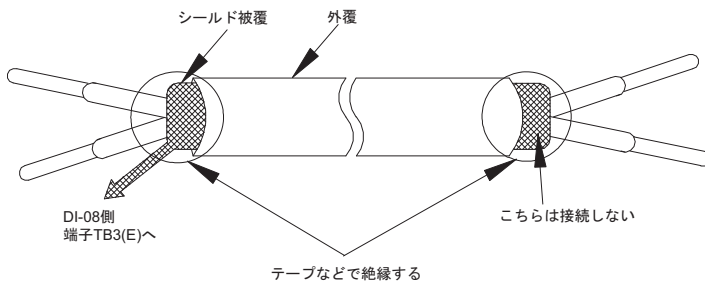

図 3 シールド線の端末処理
- 制御信号配線にはシールド線を使用し、その端末は図 3 のように処理してください（ノイズによる誤作動を防止するため）。配線の長さは、50 m 以下にしてください
- FG ケーブル (E) は、VS-616G3/H3 及び VS616G5 の場合、インバータ本体の制御端子のアース接続端子 (12) へ、Varispeed G7/F7 及び Varispeed AC の場合、インバータ本体の制御端子 E(G) へ接続してください。